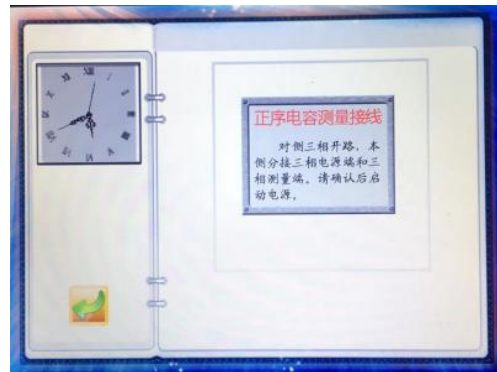

图 7-4 接线说明界面
- 2) 点击正序电容选项，出现如图 7-4 接线说明界面。